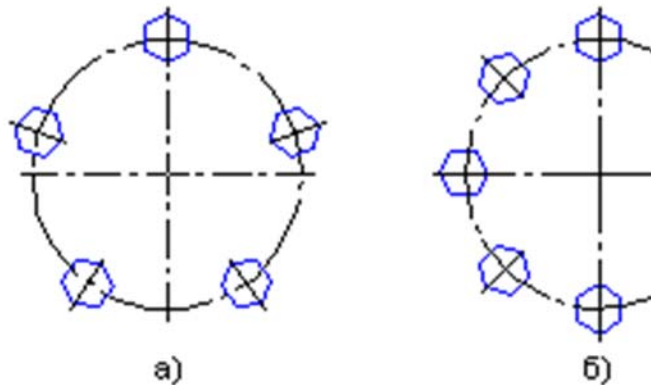

Рис. 114. Копирование по окружности:
4. С помощью переключателя (**Режим**) выбрать способ размещения экземпляров массива (рис. 114): (**Равномерно по окружности**) или (**С заданным угловым шагом**).